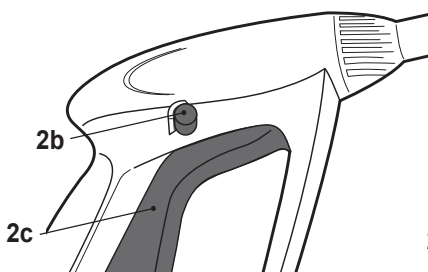

Рис. 15, положение блокировки, пусковое устройство отключено
- > Когда блокировка пускового устройства (2b) находится в положении блокировки, пистолет для распыления (2c) будет отключен (Рис. 15). Используйте блокировку пускового устройства, когда оставляете изделие без присмотра, а также во время сборки дополнительных насадок.